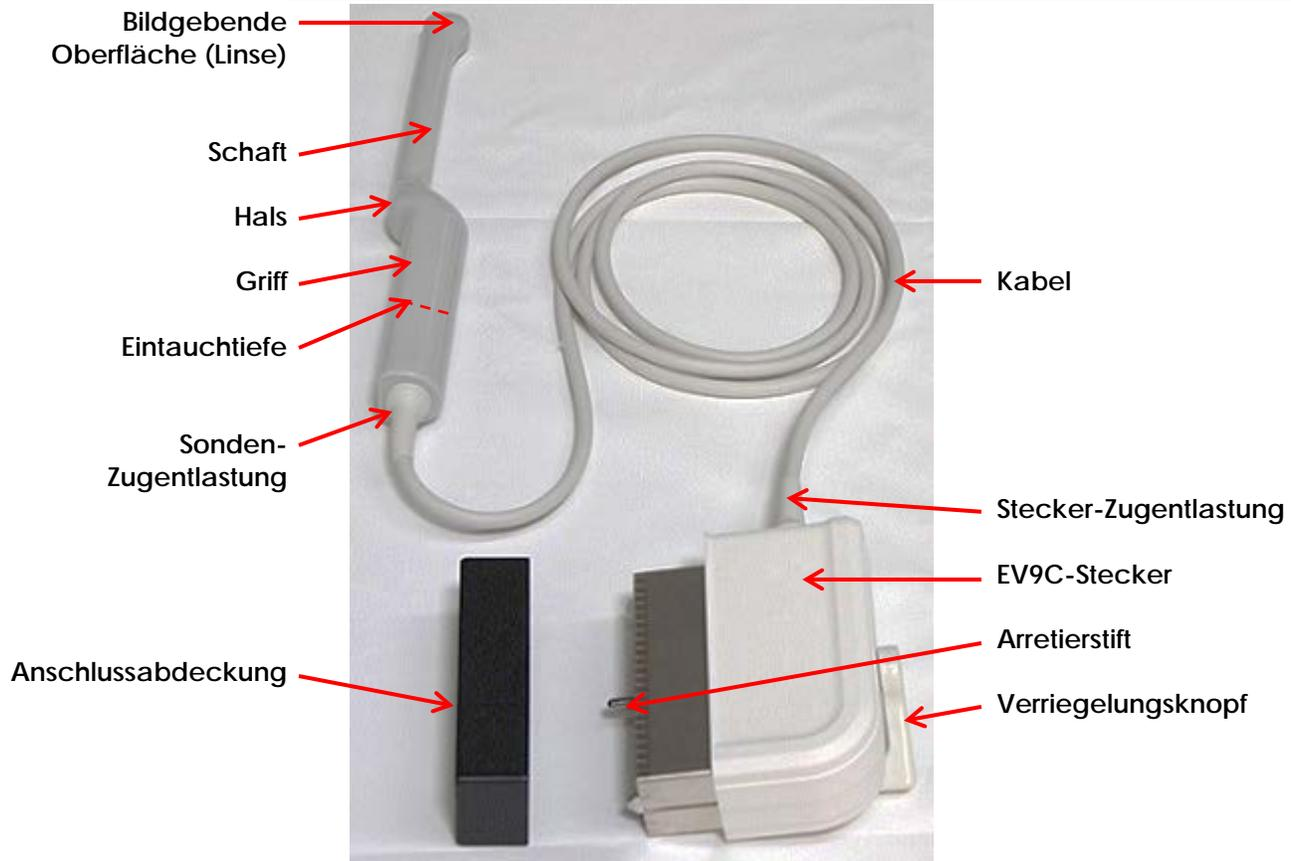

Abbildung 11: Exact Imaging EV9C-Sonde
In diesem Verfahren muss die Sonde in verschiedenen Spüllösungen gewaschen, eingeweicht und gespült werden. In allen Fällen muss die Sonde Lösungen ausgesetzt werden, die etwa bis zur halben Höhe des Griffs reichen (siehe *Eintauchtiefe* in Abbildung 11).
- Die EV9C-Sondenteile, die während einer TRUS-Untersuchung nicht mit der Hülle in Berührung kommen, mit anderen Worten, das Sondenteil, das sich über der *Eintauchtiefe* befindet (siehe Abbildung 11).
Bei diesem Verfahren bezieht sich *über* der Eintauchtiefe auf die Richtung *weg* von der bildgebenden Oberfläche (siehe Abbildung 11).
- Die EV9C-Sondenteile, die während einer TRUS-Untersuchung mit der Hülle in Berührung kommen, mit anderen Worten, das Sondenteil, das sich auf oder unter der *Eintauchtiefe* befindet (siehe Abbildung 11). Für Teile, die sich über der *Eintauchtiefe* befinden (einschließlich Kabel), lesen Sie in Abschnitt 3 nach.
- Füllen Sie den *Behälter für das Reinigungsmittel* mit einer ausreichenden Menge an Reinigungslösung, sodass die EV9C-Sonde bis zur *Eintauchtiefe* (siehe Abbildung 11) eingetaucht werden kann.
- Tauchen Sie die EV9C-Sonde bis zur *Eintauchtiefe* (siehe Abbildung 11) in die Reinigungslösung ein.
- Füllen Sie den Behälter für das Mittel mit einer hohen Desinfektionsstufe mit einer ausreichenden Menge der Desinfektionslösung, sodass die EV9C-Sonde bis zur *Eintauchtiefe* (siehe Abbildung 11) eingetaucht werden kann.
- Tauchen Sie die EV9C-Sonde bis zur *Eintauchtiefe* (siehe Abbildung 11) in die Lösung mit hoher Desinfektionsstufe ein.